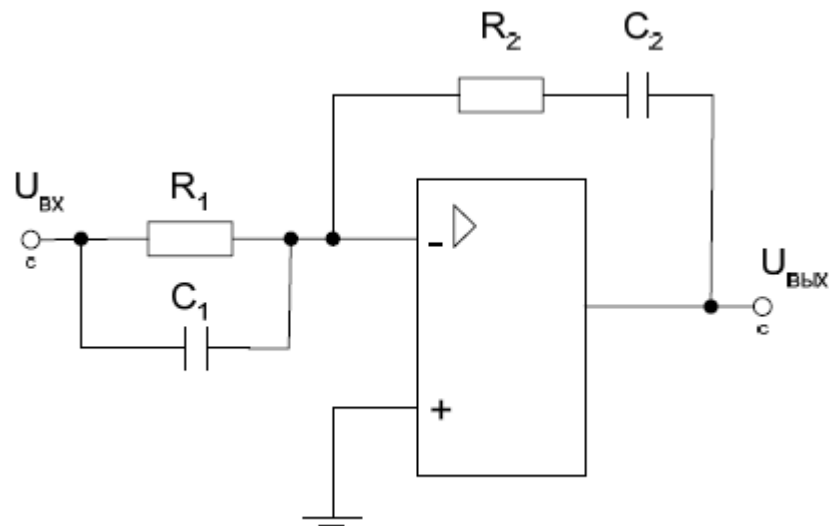

Рис. 2.3.
**Задача 2.** Записать передаточную функцию регулятора, схема включения которого представлена на рис. 2.3., если известно, что  $Z_{ВХ1} = R1$ ,  $Z_{ВХ2} = 1/(p \times C1)$ ,  $Z_{ОС1} = R2 + 1/(p \times C2)$ .